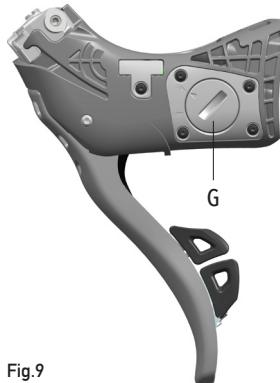

Fig.9
- G - Compartimento da bateria (Fig.9)